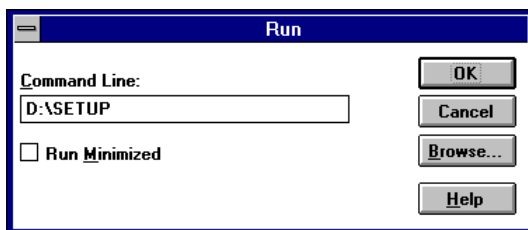
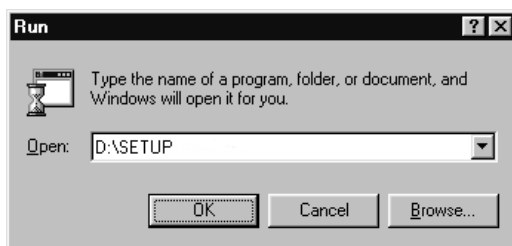
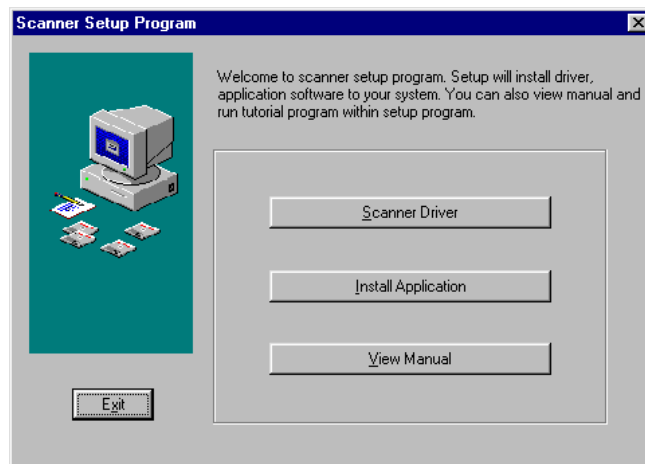

Figura 4: Arranque de la instalación en 3.1x
Figura 5: Arranque del programa de instalación
Figura 6: Pantalla principal para la configuración del escáner
4. Escriba **[D:\SET-UP.EXE]** en la línea de comando y pulse **<INTRO>**. Véase figura 4. El programa de instalación arrancará después de unos segundos. Véase figura 6.
4. Escriba **[D:\SET-UP.EXE]** en la línea de comando y pulse **<INTRO>**. Véase figura 5. El programa de instalación arrancará después de unos segundos. Véase figura 6.
4. Escriba **[D:\SET-UP.EXE]** en la línea de comando. A continuación haga clic en 'OK'. Véase figura 4. El programa de instalación arrancará después de unos segundos. Véase figura 6.